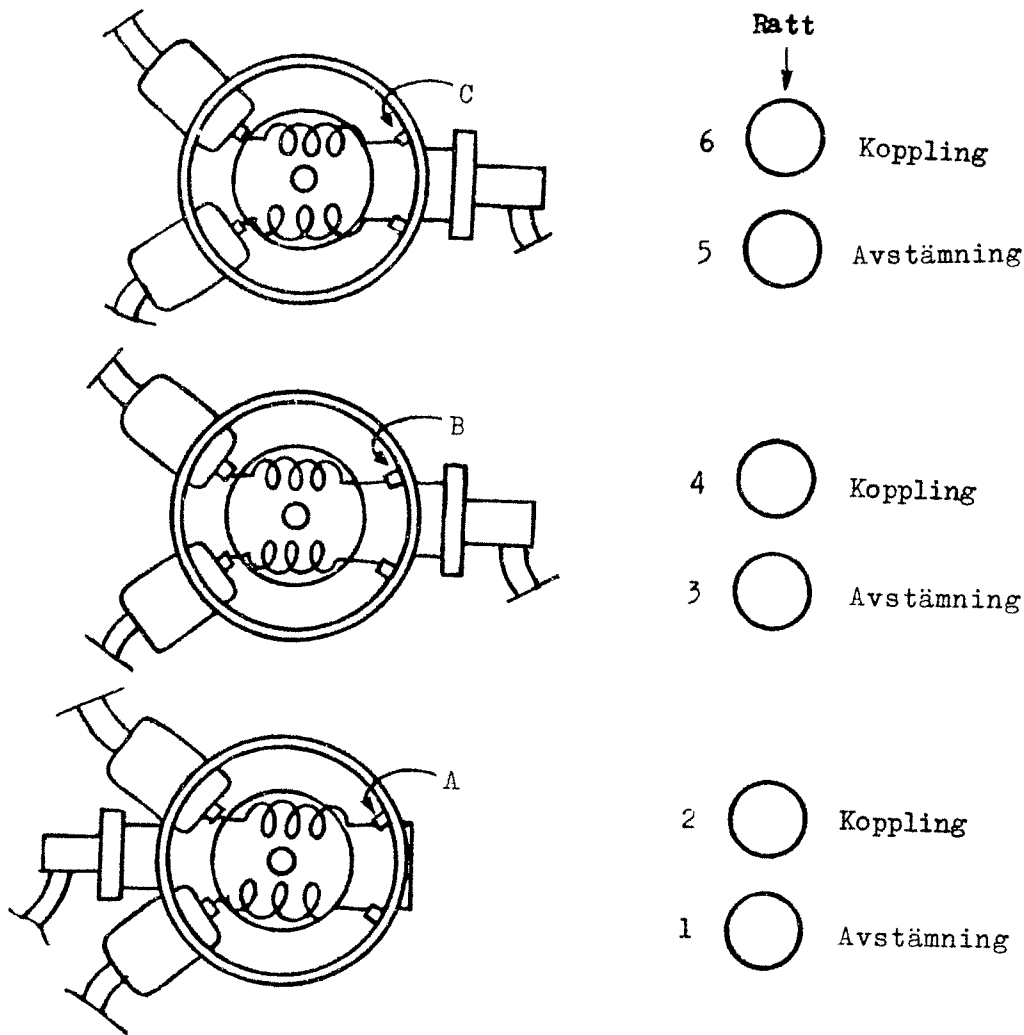
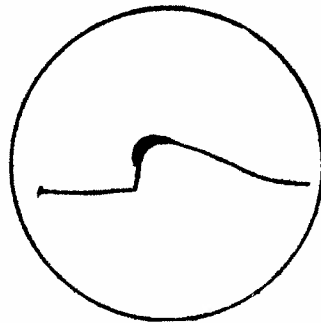

Bild 10.
Bild 11.
10. Fäst provsladden vid punkt B enligt bild 10.
32. Anslut provsladden till punkt B enligt bild 10.
34. Anslut provsladden till punkt C enligt bild 10.
37. Anslut provsladden till kontrollmottagaren, kopplingspunkt C43, R83, R86, och trimma kontrollmottagarens avstämda krets tills en bild enligt bild 11 erhålls.
38. Trimma med rattarna enligt bild 10 tills max amplitud enligt bild 11 erhålls.
65. Anslut provsladden till kontrollmottagaren, kopplingspunkt C43, R83, R86. Kurvformen skall se ut som på bild 11.
74. Trimma kontrollmottagaren till max amplitud på kontrollmottagarpulsen. Se bild 11.
76. Anslut uteffektmetern till sändarens utgång och justera sändarens uteffekt till minvärde enligt punkt D.44 med rattar 4 och 6. Bild 10.